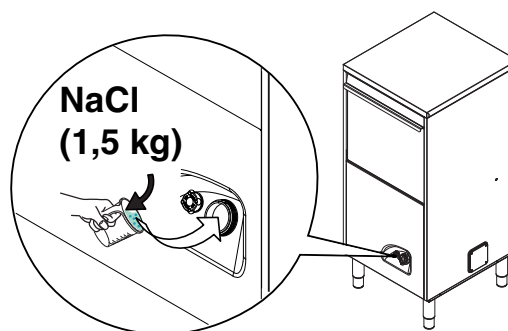

Figura 24
- Versare circa 1,5 Kg di sale grosso da cucina [NaCl] nel serbatoio "A" (quantità necessaria per riempire il serbatoio del sale fino al limite di trabocco) utilizzando l'apposito imbuto fornito in dotazione (Figura 24).